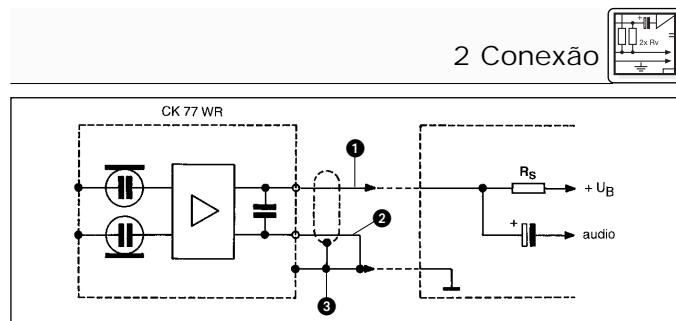

Fig. 2: Esquema elétrico do CK 77 WR
- Veja fig. 2. 2. Verifique que tipo de plug é necessário e solde o plug no cabo de microfone.